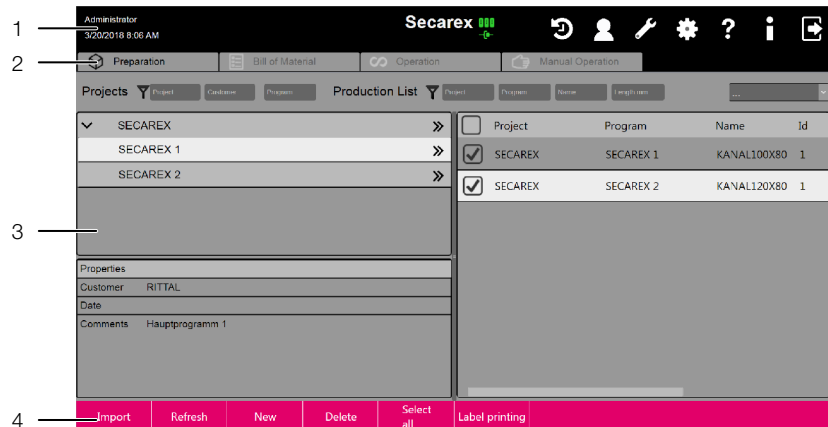

Fig. 6: Skærbilledernes opbygning
Før oprettelsen af en fremstillingsliste bør man ved anvendelse af ovennævnte database altid foretage en opdatering ved at klikke på trykknappen „Opdater“ (fig. 6, pos. 4). Først herefter vises alle projekter i den aktuelle databeholdning i Secarex-softwaren.